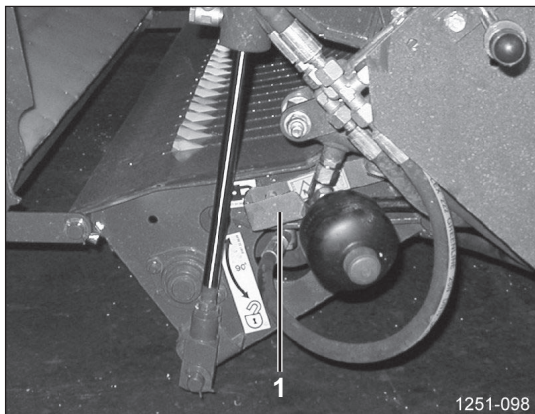

Рисунок 111
- ❑ Фиксация ножей: откиньте рычаг ножей [1] примерно на 90° вверх до упора (Рисунок 111).